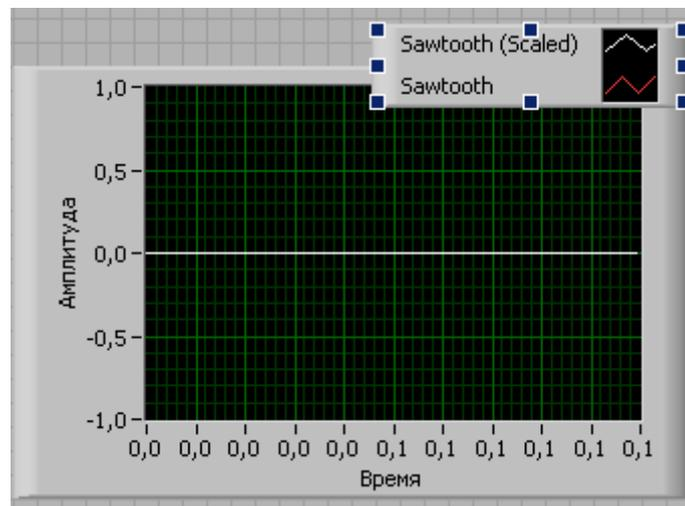

Рис. 10. Увеличение легенды кривых графика
2. Когда курсор изменит свой вид на двустороннюю стрелку, как показано на рис. 10, нажмите левую кнопку мыши и потащите верхнюю границу легенды кривых графика, пока не появится имя второй кривой.